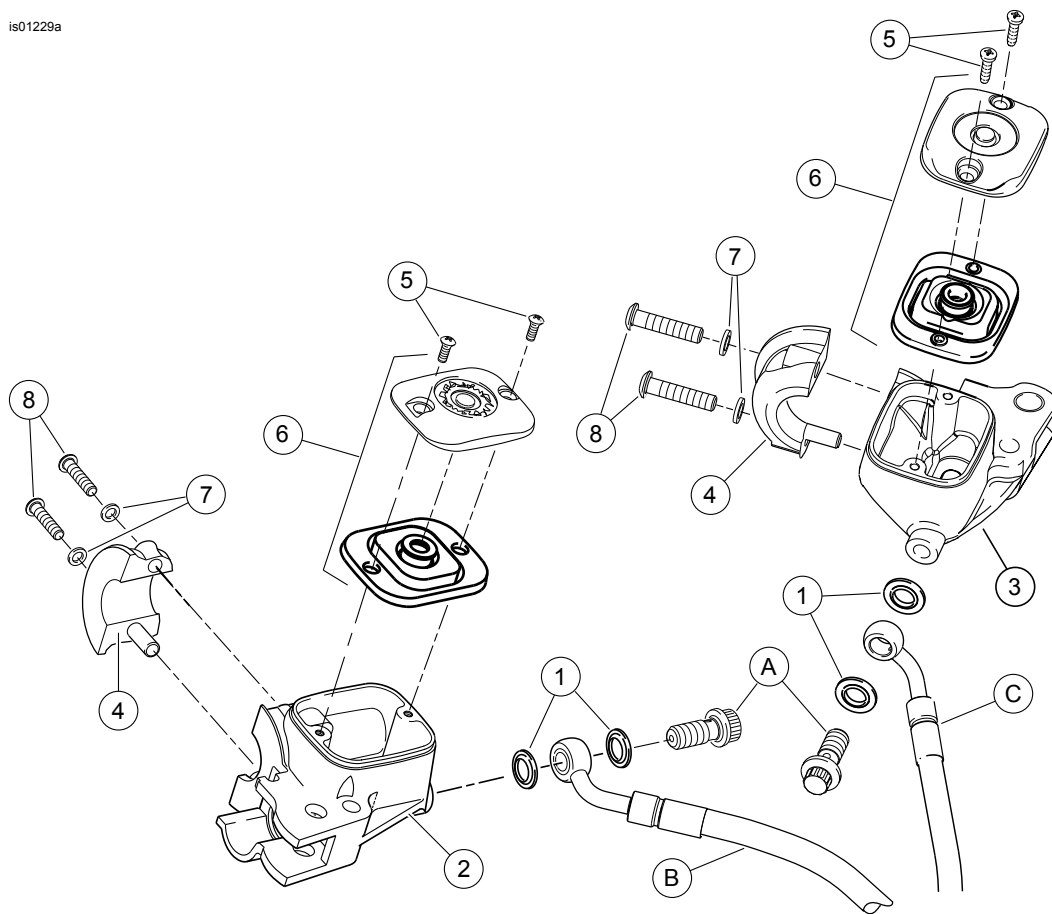

Figura 11. Parti di ricambio: Kit cromato serbatoio pompa del freno
1. Vedere Figura 11. Prendere la nuova scatola della pompa del freno/serbatoio (2) dal kit. Pulire la nuova scatola della pompa, il coperchio e la guarnizione del coperchio con alcol denaturato o con il grado di liquido per freni specificato nel manuale di manutenzione. Se necessario, sostituire. Non contaminare con olio minerale o altri solventi. Asciugare con un panno pulito e non peloso.
6. Vedere Figura 11. Allineare i fori nel morsetto del manubrio (4) con quelli nel gruppo della pompa del freno e avvitare le viti (8) con rondelle piatte (7). Posizionare per la comodità del pilota. Iniziando dalla vite superiore, serrare le viti.
8. Vedere Figura 11. Munirsi di un bullone passante e di 2 **nuove** rondelle di acciaio/gomma (1) prese dal kit. Installare la tubazione idraulica nel gruppo della pompa utilizzando il bullone passante con le rondelle orientate su ciascun lato della tubazione. Serrare il bullone passante.
Vedere Figura 11 e Tabella 1.